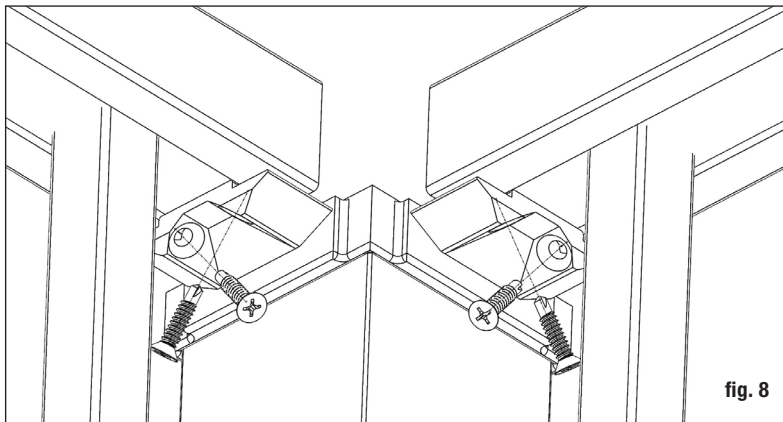
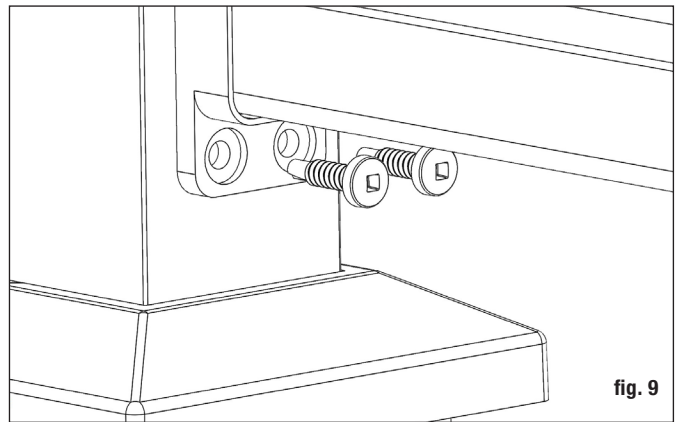

fig. 8
fig. 9
Étape 7 Positionnez le rail entre les poteaux. Vérifiez le niveau de bout en bout et verticalement. Pré-percez le rail à l'aide d'un foret de 7/64 po. Fixez les supports au poteau à une extrémité. Répétez pour l'autre extrémité. *Remarque: Utilisez une mèche d'extension d'entraînement pour éviter d'abîmer le rail avec le mandrin de perçage (fig. 8 et fig. 9).*